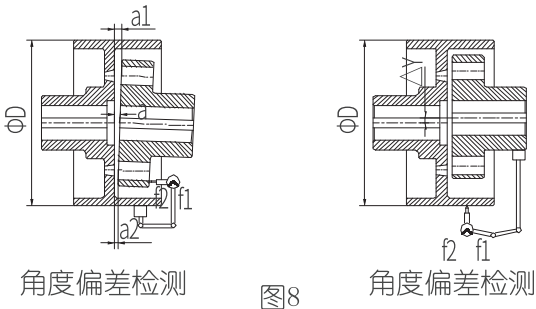

图8
- ◆ 安装块式制动器制动轮联轴器时，务必调整好同轴度，同轴度误差大会增大机械振动，导致轴承过早破坏影响齿轮接触。如下图8所示，输入轴与驱动轴通过联轴器安装后，必须用表找正，有关检测参数推荐满足下表《同轴精度表》要求后，设备方可生产运行。